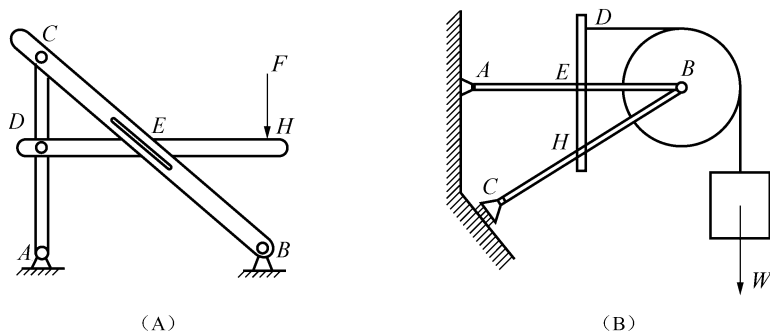

图 39
26. 画出如图 39 所示物体整个系统的受力图（各构件的自重不计，摩擦不计）：